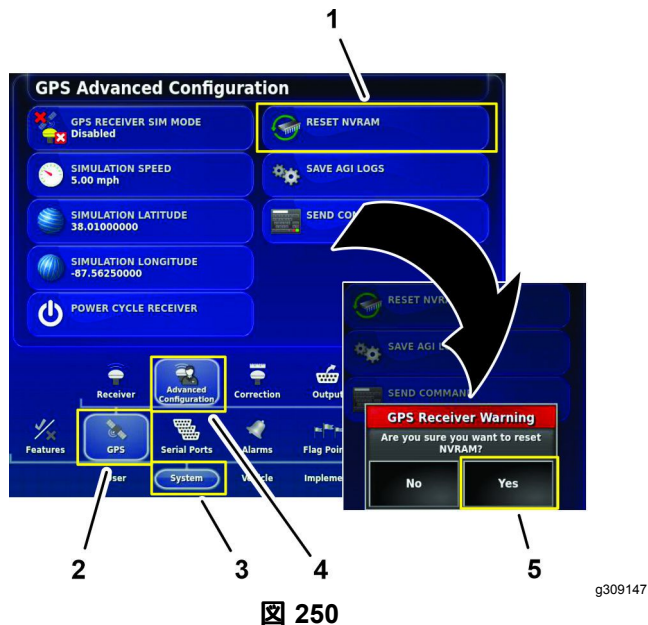

図 250
1. 設定画面で、システムアイコン、GPS アイコン、高度な構成アイコン、を押す 図 250。
2. GPS の高度な構成画面の中で NVRAM をリセットアイコンを押す 図 250。
3. GPS 受信警告ダイアログボックスの はいアイコンを押す 図 250。